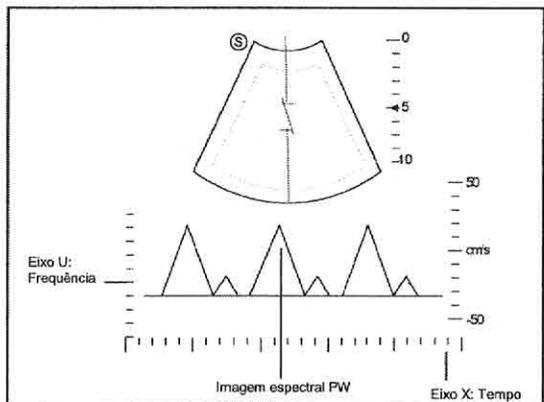

Figura 6-24 Tela de Imagem do modo B+CFM/PDI/TDI+PW
5. Selecione a tecla Update tecla no painel de controle para ativar o modo PW. O espectro PW é exibido na parte inferior da tela após ser ativado, conforme mostrado na Figura 6-24.